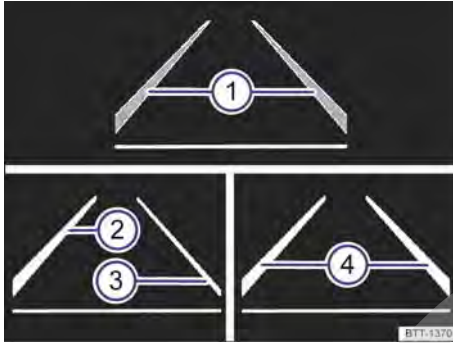

Fig. 152 En la pantalla del cuadro de instrumentos: indicaciones del asistente de aviso de salida del carril.
Indicaciones en la pantalla del cuadro de instrumentos fig. 152:
- El sistema ha detectado una línea de delimitación de carril → fig. 152 a ambos lados del vehículo.